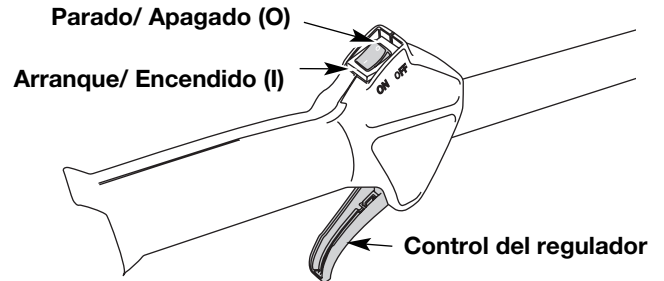

Fig. 4
- NOTA:** No hay necesidad de girar la unidad. Encendido/de parada el control (Fig. 4) está en la posición de trabajo siempre (I).
2. Coloque el control de encendido y apagado en posición de APAGADO (O) (Fig. 4).